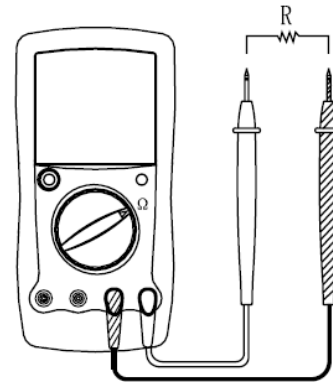

Рис. 6
**D. Измерение сопротивления (См. рис. 6)**